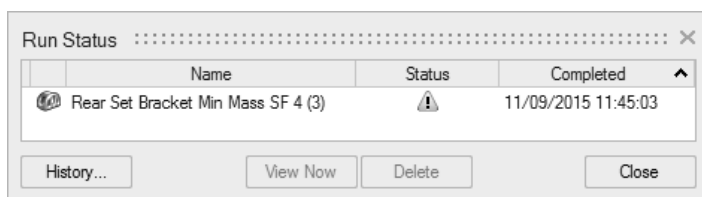

图 7-27
3) 单击 **Run** 按钮, 在运行完成后, 运行状态窗口会出现一个警告符号, 表明此次优化未能取得与所设定约束或目标相对应的结果, 如图 7-27 所示。